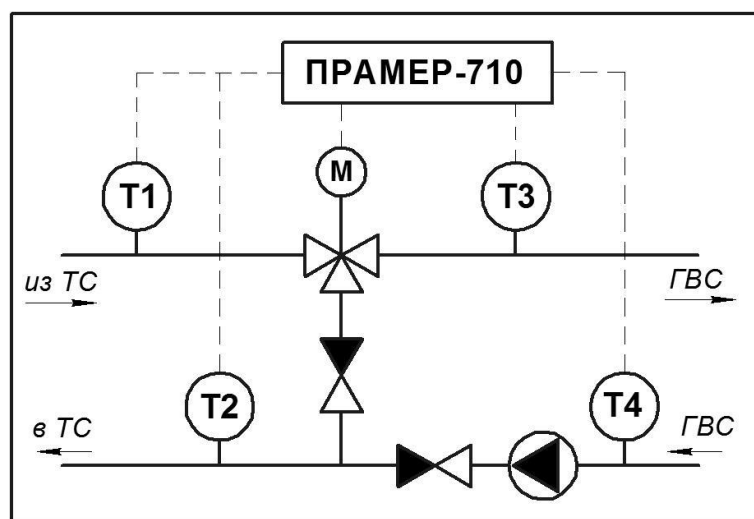

Рисунок 7 – Схемы систем ГВС с зависимым присоединением
2.4.6 Схемы регулирования 9-11 предназначены для поддержания требуемой температуры в трубопроводах систем горячего водоснабжения с зависимым или независимым присоединением (рисунок 7,8).